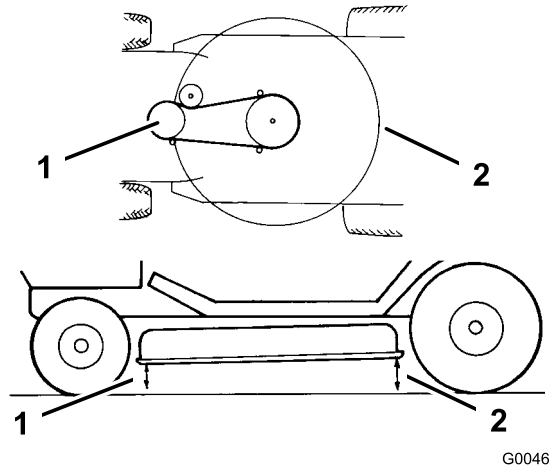

Figure 46
10. Contrôlez l'inclinaison avant/arrière en mesurant la distance entre le bas du plateau de coupe (au centre, à l'avant et à l'arrière) et le sol plat (Figure 46). Si l'avant du plateau est plus de 16 mm plus bas que l'arrière, suivez les instructions des étapes 11 à 17.